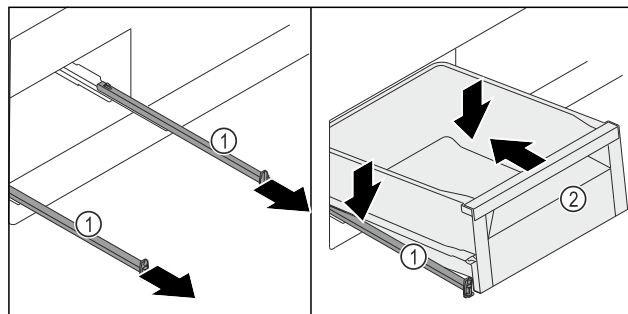

Fig. 125
- Sortir les rails Fig. 125 (1).
- Maintenir les rails Fig. 125 (1) et installer le tiroir Fig. 125 (2) incliné du haut sur les rails Fig. 125 (1).
- Pousser le tiroir Fig. 125 (2) sur les rails Fig. 125 (1) vers l'arrière jusqu'en butée.